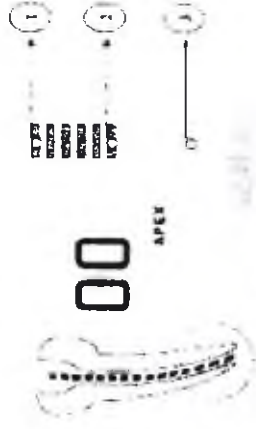

图 20
- 打开设备并按下 En-Ap 按钮。然后进入根测模式。如果 LCD 上显示“02”，“03”或“04”，则表示设备工作正常（参见图 20）